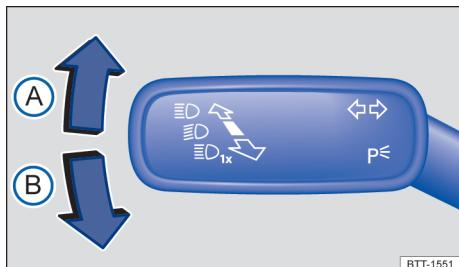

Fig. 84 À esquerda na coluna de direção: alavanca dos indicadores de direção e do farol alto.
- Traga a alavanca dos indicadores de direção e do farol alto da posição central para a seguinte posição → Fig. 84:
- (A) Piscar à direita ➡.
- (B) Piscar à esquerda ⬅.